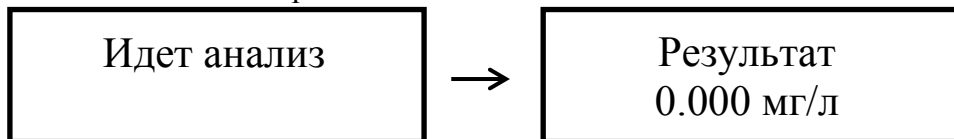

Рисунок 16 – Предьявление результата измерения
2.6.13 После того, как проба воздуха отобрана, и произведен анализ, на дисплее предьявляется результат измерения (в сопровождении щелчка срабатывания заборной системы) (рисунок 16, справа).
2.10.6 После того, как проба воздуха отобрана, и произведен анализ, на дисплее предьявляется результат измерения (в сопровождении щелчка срабатывания заборной системы) (рисунок 16, справа).